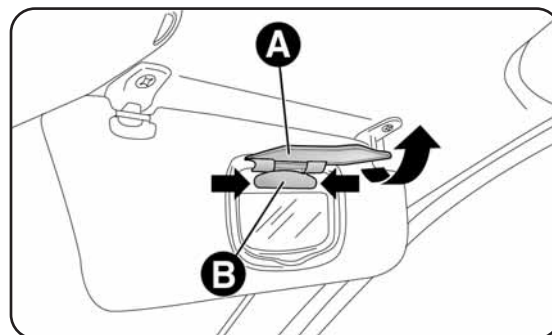

fig. 35
- aprire la copertura A-fig. 35 dello specchietto;